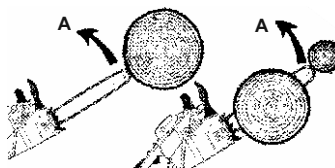

Рис.15
Заклинивание цепи верхней ветвью дерева или пиление верхней кромкой шины может вызвать резкое толкающее движение пилы по стрелке **C** в работающего (см. рис. 15).
- Не допускается пиление верхней кромкой шины (пиление снизу) (см. рис. 15) и горизонтальное пиление (валка деревьев) лицам, не имеющим достаточного опыта и не прошедшим специальный инструктаж.